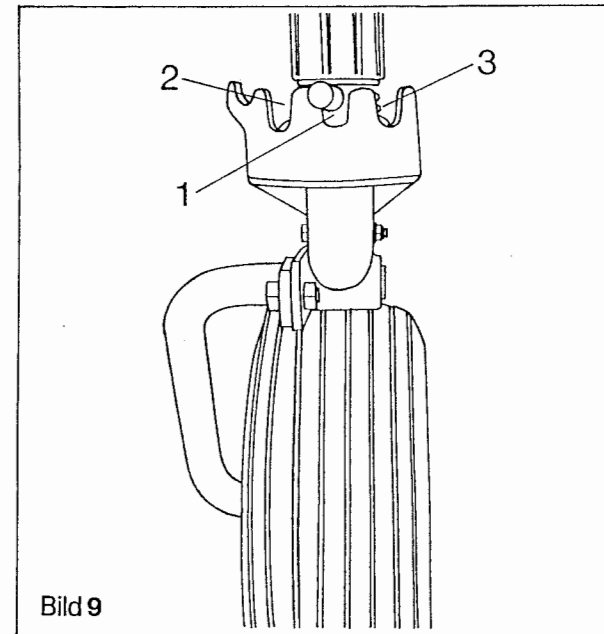

Bild 9
Normalstellung (Bild 9, Pos. 1). Schrägstellung zum Räumen an rechten Grenzen, Zäunen und Gräben (Bild 9, Pos. 2). Schrägstellung zum Räumen an linken Grenzen, Zäunen und Gräben (Bild 9, Pos. 3).
Position normale (Fig. 9, rep. 1). Position inclinée pour dégager les bordures, clôtures et fossés côté droit, voir Fig. 9, rep. 2. Position inclinée pour dégager les bordures, clôtures et fossés côté gauche, voir Fig. 9, rep. 3.
Normal position (Fig. 9, item 1). Inclined position for clearing along borders, fences and ditches on the right of the machine (Fig. 9, item 2). Inclined position for clearing borders, fences and ditches on the left of the machine (Fig. 9, item 3).
Schuine instelling voor het schudden langs perceels grenzen, omheiningen of bermen rechts van de machine (afb. 9, pos. 2). Schuine instelling voor het schudden langs perceels grenzen, omheiningen of bermen links van de machine (afb. 9, pos. 3).
Normalläge (bild 9, pos 1). Vid fältgräns, staket eller dike till höger, snedläge enligt bild 9, pos 2. Vid fältgräns, staket eller dike till vänster, snedläge enligt bild 9, pos 3.
Attrezzo in posizione normale (fig. 9, voce 1). In posizione obliqua per liberare le strisce marginali sulla destra, recinti e fossati (fig. 9, voce 2). In posizione obliqua per liberare le strisce marginali sulla sinistra, recinti e fossati (fig. 9, voce 3).